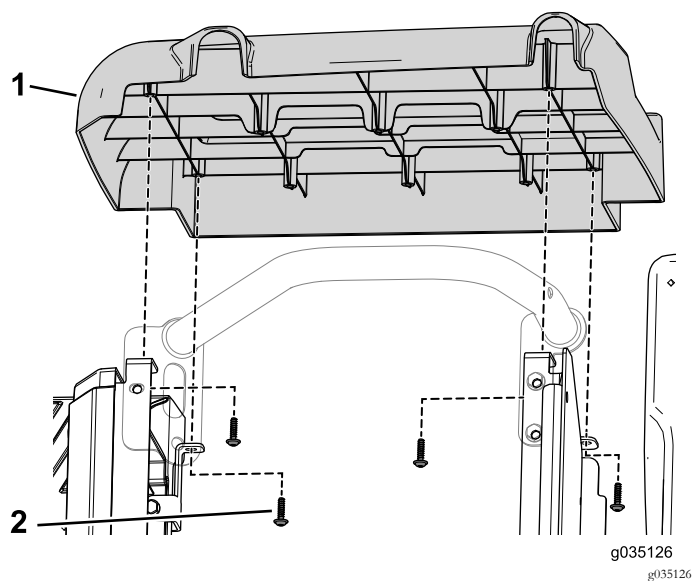

図 55
3. 右サイドカバーを車両に固定しているタッピングねじ4本を外す 図 55。